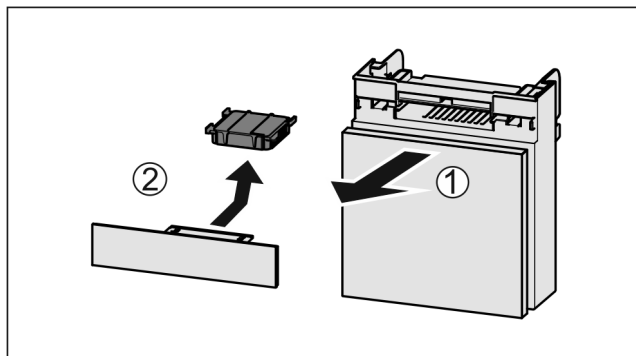

Fig. 118
- ▶ Wyciągnąć Fig. 118 (1) komorę do przodu.
- ▶ Wyjąć Fig. 118 (2) filtr z węglem aktywowanym.